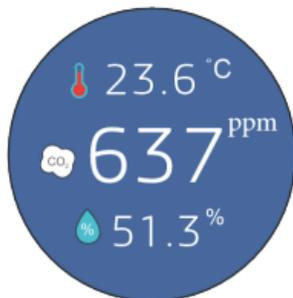

Рис. 3
2. На жидкокристаллический дисплей выводятся 3 климатических параметра: содержание углекислого газа – ppm, температура - °C, и влажность - %. Значения измерений автоматически обновляются по мере изменения климатических параметров. (Рис. 3)